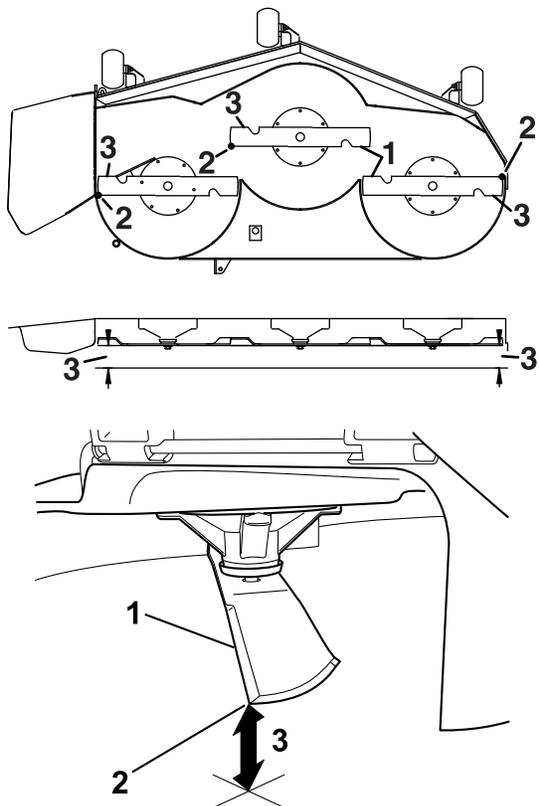

Figura 83
6. Misurate tra la punta della lama e la superficie piana (Figura 83). Se le misure non rientrano entro 5 mm, regolate il livellamento; proseguite con questa procedura.
12. Ruotate con cautela le lame da un lato all'altro (Figura 83).